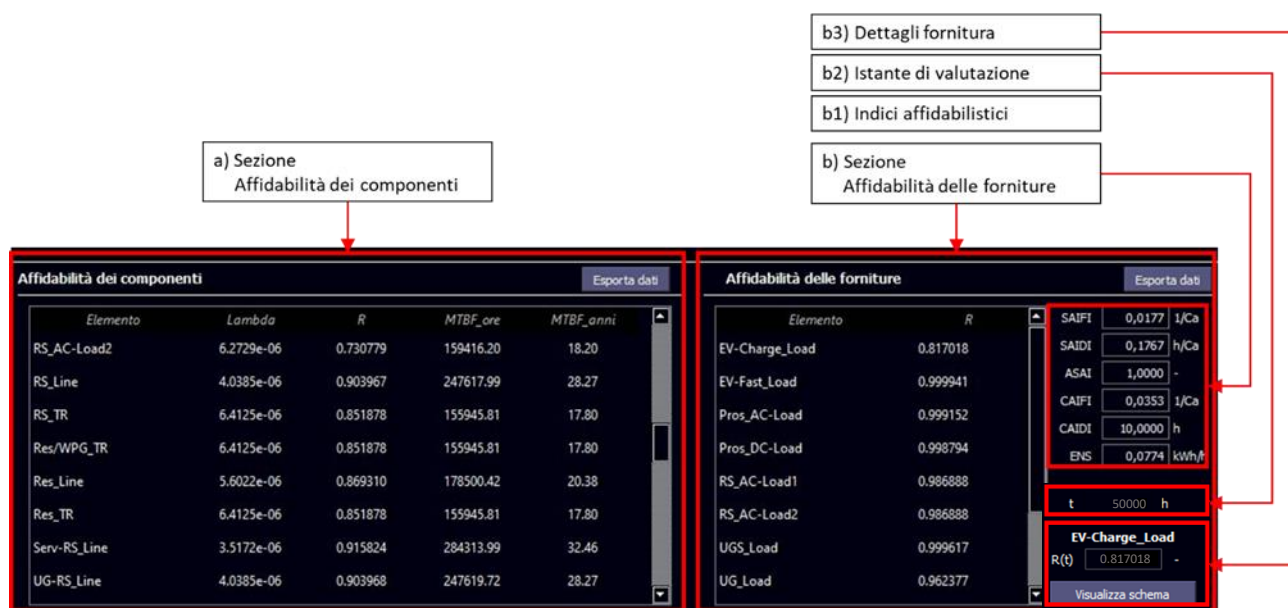
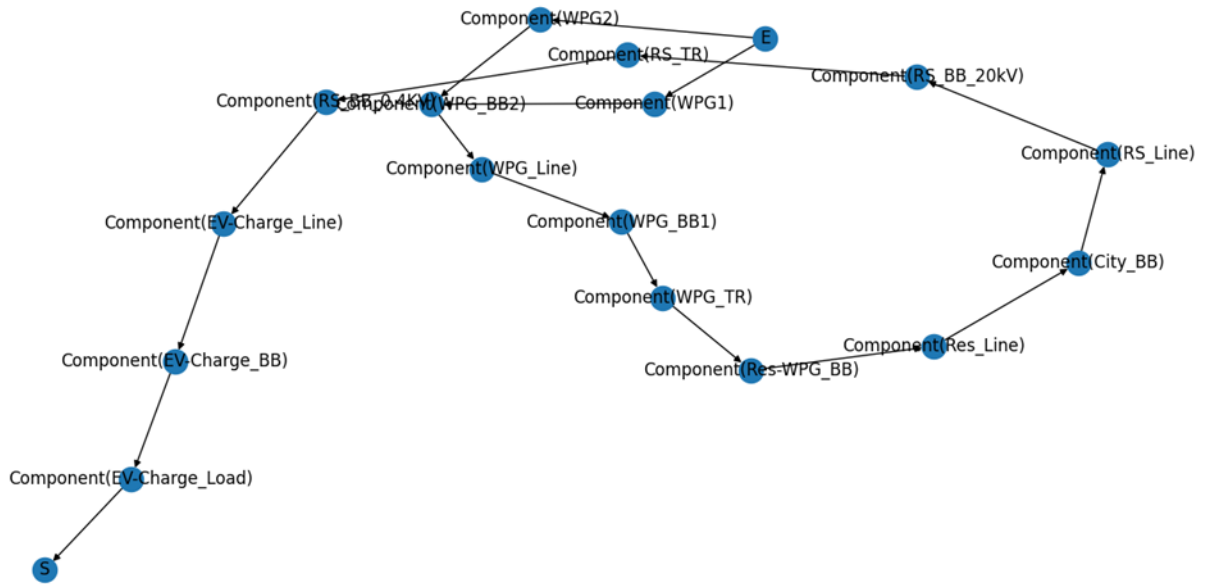

Figura 45. Sezione dei risultati del calcolo dell’affidabilità
Figura 46. Disegno schematico della fornitura di energia verso un carico
La procedura di calcolo dell’affidabilità può impiegare diversi minuti, a seconda della complessità della rete e della velocità del PC ospitante il tool. A calcolo ultimato, i risultati saranno visibili nella sezione dei Risultati. Un esempio di risultati è riportato in Figura 45.
Nella parte sinistra dei Risultati si trova la sezione dell'**Affidabilità dei componenti** (Figura 45-a), in cui è riportata la tabella degli indici affidabilistici relativi ad ogni componente. In particolare, sono riportati il **Tasso di guasto** (λ), il valore dell'**affidabilità** (R) e i valori di **Tempo medio fra i guasti** ($MTBF$, *Mean Time Between Failures*), espressi sia in ore sia in anni.
Nella parte destra della sezione dei Risultati è presente la sezione dedicata all'**Affidabilità delle forniture** (Figura 45-b), composta dalla tabella in cui sono presenti le sottosezioni b_1 , b_2 e b_3 . In dettaglio, nella sottosezione b_1 vengono riportati i valori dell'Affidabilità (R) della fornitura elettrica di ciascun carico della rete nel tempo di missione considerato, gli indici affidabilistici della rete analizzata (Figura 45-b1), il valore dell'istante a cui è stata calcolata l'affidabilità (Figura 45-b2), ed una sezione (Figura 45-b3) in cui viene riportato il **Dettaglio del carico** (fornitura) selezionata. Quest'ultima sezione viene popolata se viene selezionata una risorsa dalla tabella delle forniture; in aggiunta, la stessa risorsa verrà evidenziata anche nella sezione dell'Affidabilità dei componenti nonché nella Sezione dell'Elenco dei componenti (Figura 17), e viene mostrata la scheda Affidabilità del componente selezionato nella sezione dei Dettagli dei componenti (Figura 17).
Gli indici affidabilistici mostrati (Figura 45-b1) sono:
Nella sezione del Dettaglio del carico (Figura 45-b3) è presente il pulsante "Visualizza schema", che permette di visualizzare i "percorsi" dei flussi di potenza utilizzabili per l'alimentazione del carico selezionato (Figura 46),